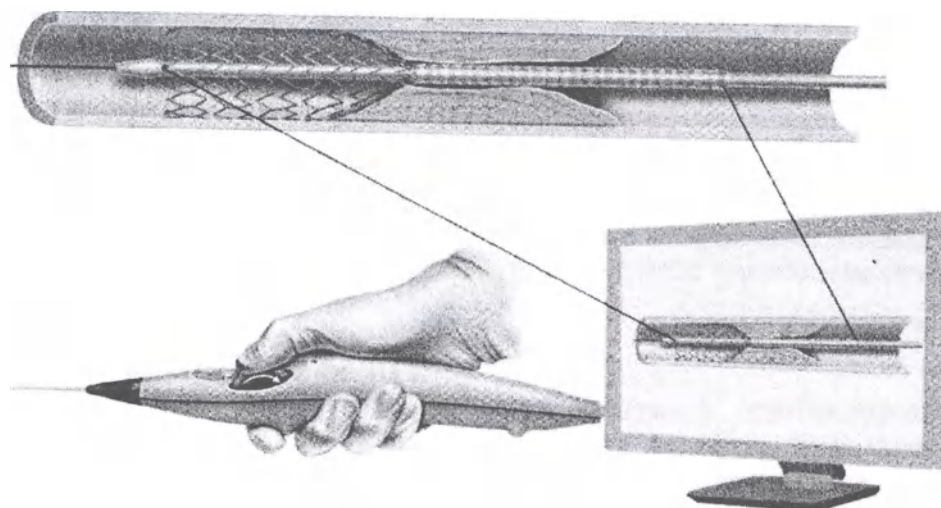

Рисунок 9. Отсоединение стента
- Следите за тем, когда начнут отделяться рентгеноконтрастные метки на дистальном конце стента; отделение рентгеноконтрастных меток от дистального конца стента сигнализирует о том, что стент находится в процессе размещения. Продолжайте вращать большой маховичок, пока дистальный конец стента не достигнет полного контакта со стенкой сосуда (рис. 9).